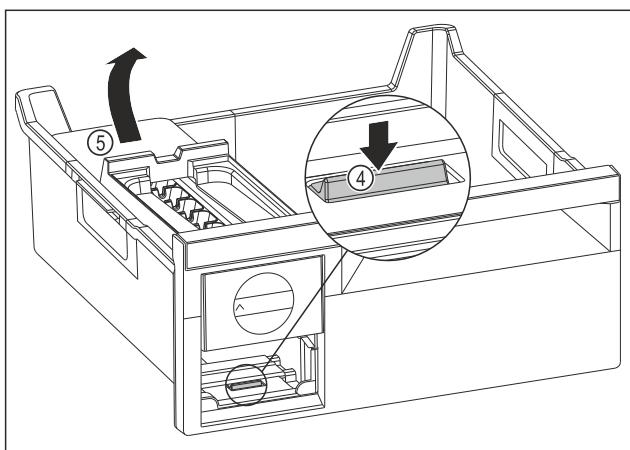

Fig. 104
- Izvadite tijelo sustava EasyTwist-Ice: Pritisnite jezičak Fig. 104 (4) prstom prema dolje i istovremeno drugom rukom podignite tijelo sustava EasyTwist-Ice Fig. 104 (5) straga.